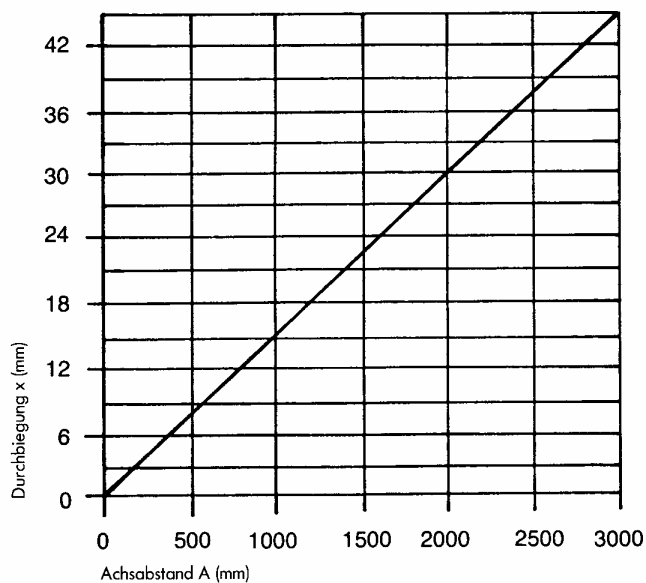
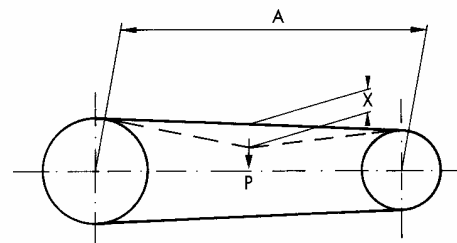

Abb. 24
Abb. 25
Auf die Hälfte des Achsabstandes A ist der Keilriemen mit einer Kraft P nach nebenstehender Tabelle zu belasten (Abb. 25). Durch nachspannen des Motors auf den Spannschienen kann die Durchbiegung X (nach Diagramm Abb. 24) eingestellt werden. Bei neuen Riemen ist die Durchbiegung X öfter zu überprüfen.
- Riemenspannung kontrollieren, ggf. nachspannen (Abb. 25).